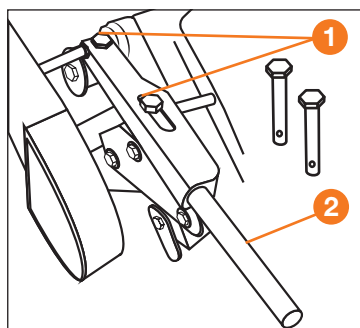
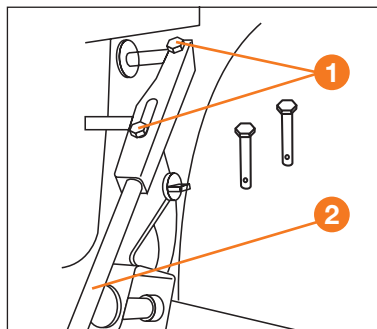

Рис. 9.1
Рис. 9.2
- Установите рычаг переключения передач: для **DATM 2.1, 4.2** рис.9.1 для **DATM 6.2 PRO** рис.9.2.